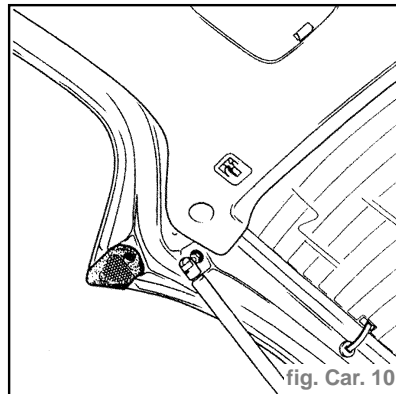

fig. Car. 10
- Positionner les butées fixes sur le hayon. (fig. Car. 10)